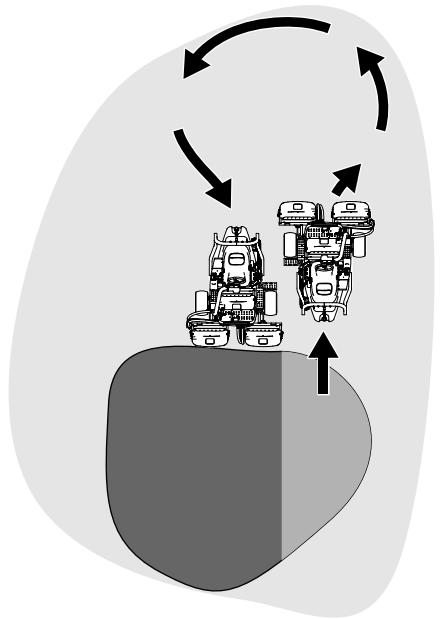

Figure 24
- Pour réduire le temps de travail et faciliter l'alignement pour la passe suivante, tournez momentanément la machine dans la direction opposée, puis tournez-la vers la partie à tondre. Exécutez un demi-tour en « goutte d'eau » (Figure 24) pour aligner rapidement la machine pour la passe suivante.